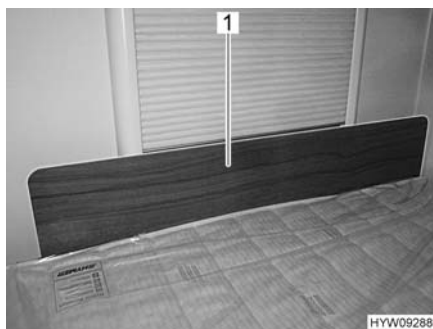

Fig. 78 Pannello di protezione/protezione anticaduta
- Inserire il pannello di protezione (Fig. 78, 1) davanti alla finestra, tra il materasso e il telaio della finestra. L'effetto di serraggio del materasso mantiene il pannello di protezione in posizione, davanti al telaio della finestra.